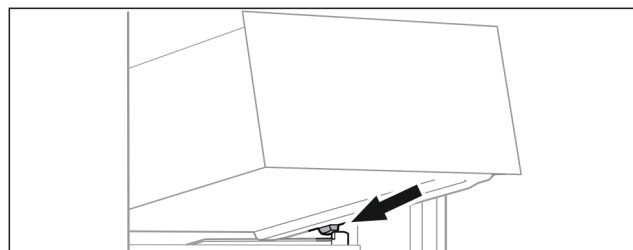

Fig. 125
- ▶ Așezați sertarul oblic în spatele opritoarelor pe nervura recipientului. (vezi Fig. 125)